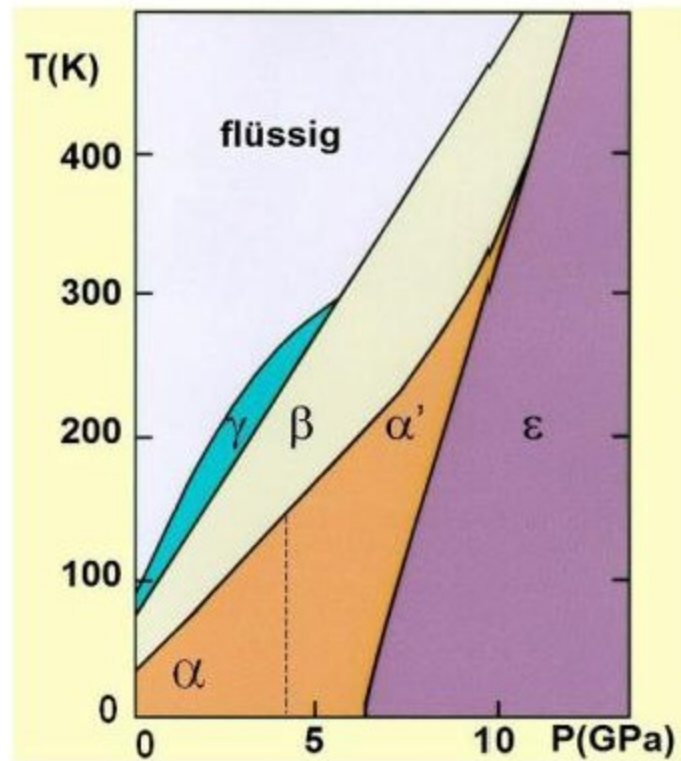

Abbildung 27: Eines der erstes Phasendiagramm von Sauerstoff (Stand 1987)
**Der Alchemist:** Das war zunächst auch gar nicht einfach zu verstehen! Ein Laser musste den Sauerstoff erst mal so beleuchten, dass wir genug Streulicht mit einem empfindlichen Messgerät, einem Raman-Spektrometer, genau vermessen konnten. Dabei zeigten die verschiedenen Phasen von Sauerstoff ganz unterschiedliche Fingerabdrücke, die Physiker reden da von Spektren. In mühsamer Kleinarbeit wurde dann eine Landkarte der verschiedenen Phasen, das Phasendiagramm von Sauerstoff, erstellt, das schließlich, nach dem auch viele andere Arbeitsgruppen weltweit ähnliche Experiment durchgeführt hatten FJ2004, jetzt eine von allen akzeptierte Form erhalten hat, wie sie Abbildung 27 wiedergibt.